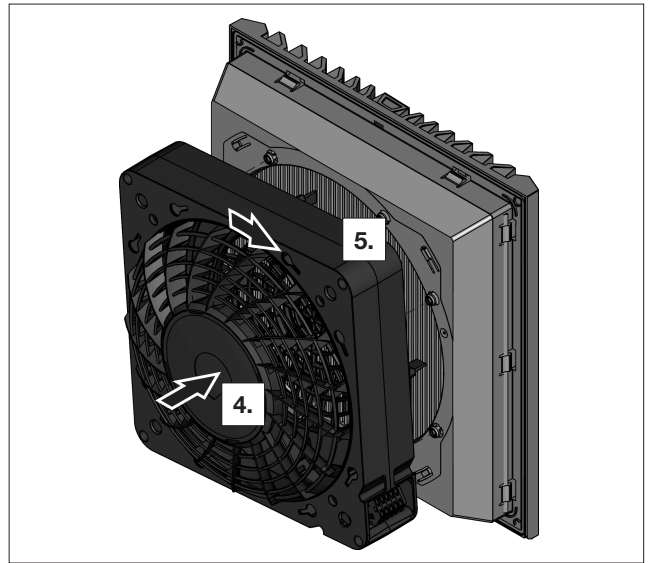

Imagen 9: Bloqueo del cierre de bayoneta
- Coloque de nuevo la caja del ventilador sobre la caja del filtro (ver imagen 9).